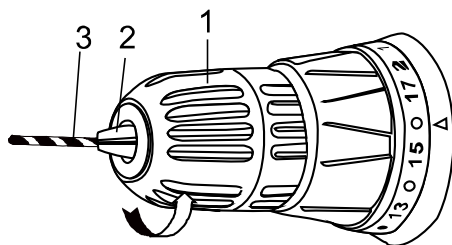

Рис.7
Поверните гильзу патрона(1) в направлении против часовой стрелки. Откройте быстрозажимной сверлильный патрон и вставьте в него оснастку . Поверните гильзу патрона (1) в направлении по часовой стрелке, пока губки патрона (2) не сойдутся равномерно и оснастка не будет надежно зажата (Рис. 7).